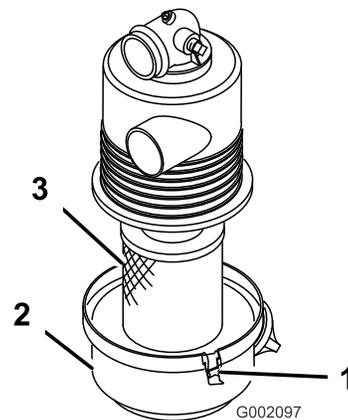

Figure 16
1. Vérifiez si le boîtier du filtre à air présente des dommages susceptibles d'occasionner des fuites d'air. Le couvercle doit être parfaitement ajusté sur le boîtier du filtre à air (Figure 16).
2. Desserrez les dispositifs de verrouillage qui fixent le couvercle sur le boîtier du filtre à air (Figure 16).
3. Séparez le couvercle du boîtier du filtre à air et nettoyez l'intérieur du couvercle (Figure 16).
3. Insérez l'élément filtrant dans le boîtier du filtre à air (Figure 16).
4. Alignez le couvercle du filtre à air sur le boîtier du filtre à air (Figure 16).
5. Fixez le couvercle au boîtier avec les dispositifs de verrouillage (Figure 16).